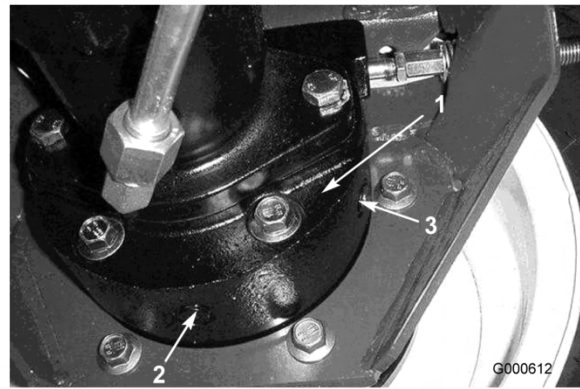

Bild 46
- Stellen Sie ein weiteres Auffanggefäß unter das Bremsgehäuse an der anderen Seite des Rads (Bild 46).